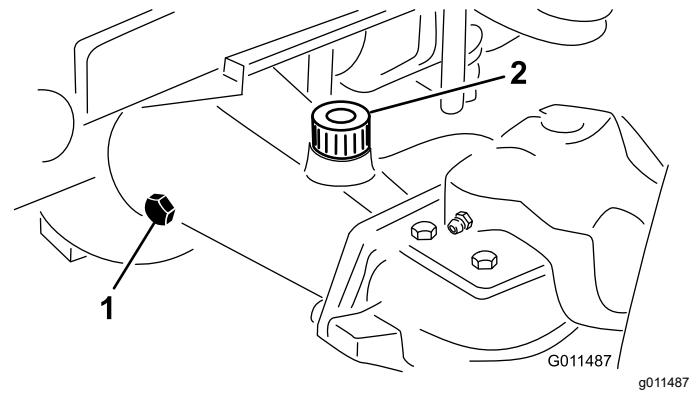

Bild 68
2. Entfernen Sie eine Prüfschraube aus einem Ende der Achse und stellen sicher, dass das Öl die Unterseite des Lochs erreicht (Bild 68).